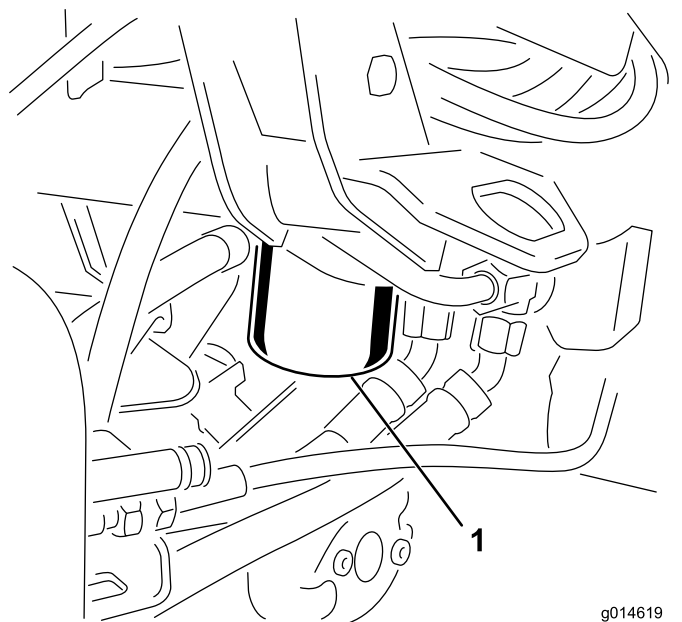

图39
1. 清洁过滤器安装区周围的区域 (图39)。在过滤器下面放置一个放油盘并拆下过滤器。